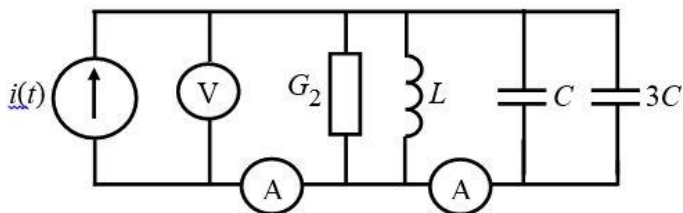

Рис. 5.9. Схема параллельного контура с емкостной нагрузкой
Соберите схему, приведенную на рис. 5.9.
2) Определите теоретически и экспериментально как изменится резонансная частота, полоса пропускания и АЧХ цепи рис. 5.9, если емкостные элементы соединить последовательно.